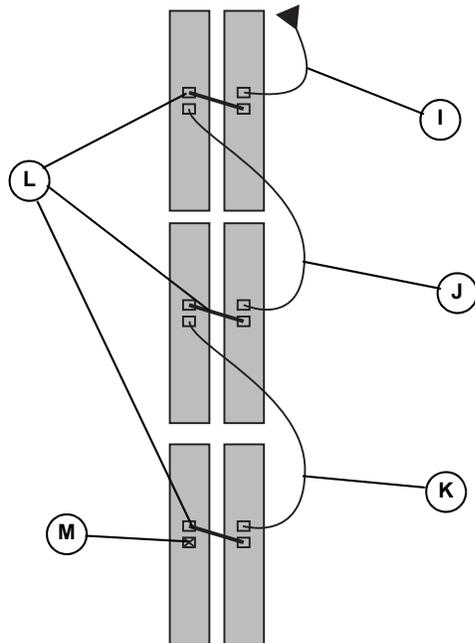

Figure 4-31. Câblage de communication des modules
7. Voir Figure 4-31. Poursuivre le branchement des modules de batterie restants. Lors de la pose des câbles CAT5 :
- Raccorder les modules de batterie qui partagent une même console de support avec un câble volant noir (L) entre le port COM OUT de la batterie arrière au port COM IN de la batterie avant.
- Ne pas brancher de câble CAT5 dans le port COM OUT (M) du dernier module de batterie.